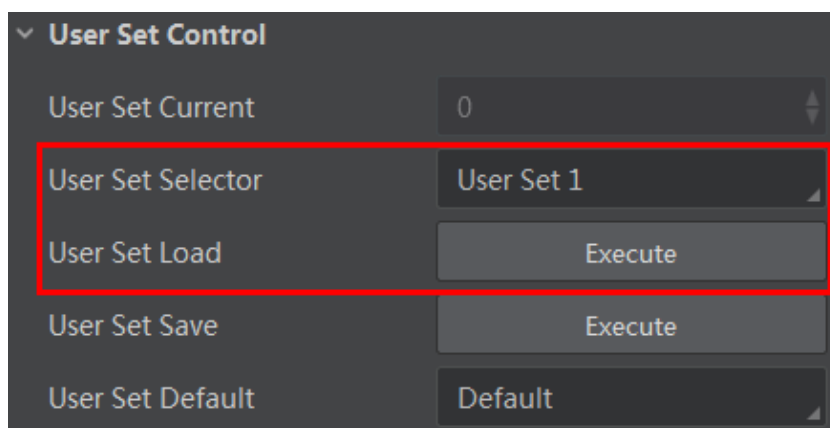

图7-10 加载参数设置
- 加载参数：在连接设备但不预览时，可以对设备进行加载参数的操作。通过 *User Set Selector* 参数下拉选择其中 1 套参数，单击 *User Set Load* 处的 “Execute”，即可将选择的那套参数加载到设备中，如图 7-10 所示。